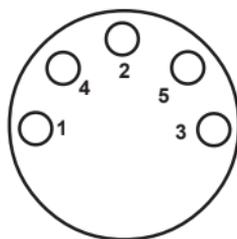

Figura 6 – encaixe DIN de 5 pinos
O encaixe DIN de 5 pinos no apalpador TP1(S) possibilita as ligações apresentadas na Figura 6 e Tabela 1 abaixo para a interface do apalpador.